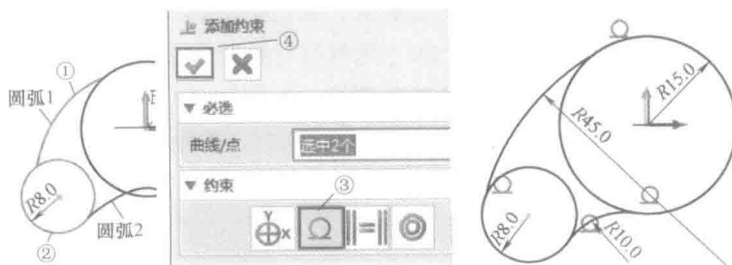

图 1-22 圆弧约束与标注
4) 圆弧进行约束。选择“约束→添加约束”进入添加约束命令栏，①在工作区选择圆弧1；②选择 R8mm 圆；③选择两曲线约束为相切；④确定，完成圆弧1与 R8mm 圆的相切约束，同样的步骤约束圆弧1和 R15mm 圆为相切，圆弧2与 R8mm、R15mm 圆为相切，标注圆弧1半径为 R45mm，圆弧2半径为 R10mm，如图 1-22 所示。